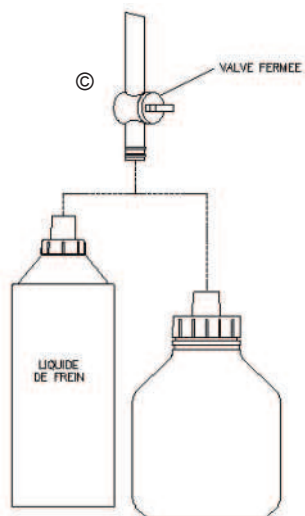

Figure 4
7. Retirer le Corps de la Valve de la base et insérer le dans le couvercle de la Bouteille de Réservoir pré remplie ou dans le Bouchon Adaptateur installé sur la bouteille de liquide de frein (Figure 4).